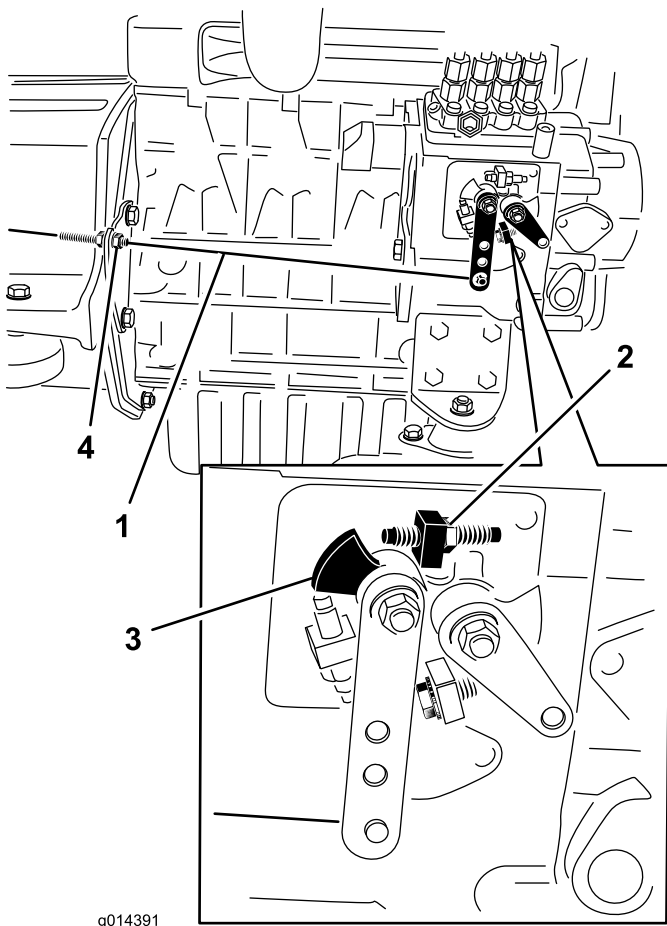

Figura 38
3. Si es necesario, la posición de las contratueras del cable de control del acelerador puede ajustarse hasta que la palanca de control de velocidad entre en contacto con el tornillo de alta velocidad cuando la palanca de control del acelerador está en la posición de Rápido (Figura 38). **No ajuste el tornillo de alta velocidad de la palanca de control de velocidad.**